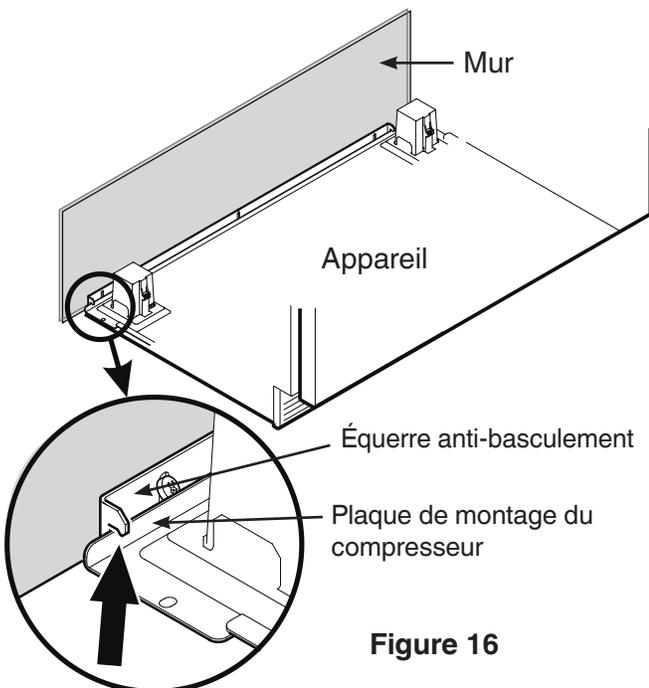

Figure 16
4. Pousser lentement l'appareil vers le mur arrière jusqu'à ce que la plaque de montage du compresseur soit en contact avec l'équerre antibasculement (**Figure 16**).
**Afin d'éviter que l'appareil ne bascule vers l'avant, la plaque de montage du compresseur doit être en contact avec l'équerre antibasculement (Figure 16).**